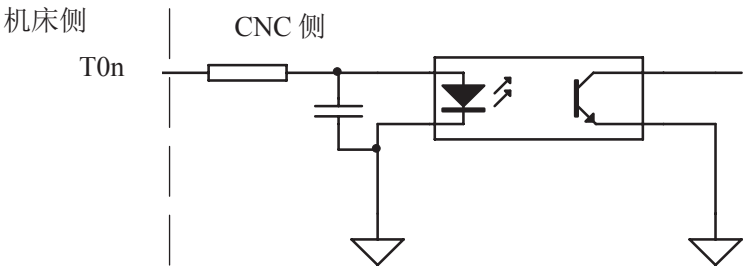

图 2-35
1、T01 ～ T04、TCP 信号采用光藕输入，内部电路图如下图 2-35 所示：